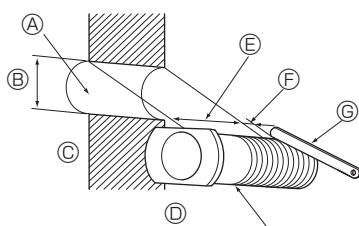

Fig. 3-6
3.4.1. Сверление отверстий (Fig. 3-6)
② Вставьте втулки для стенных отверстий в отверстия.